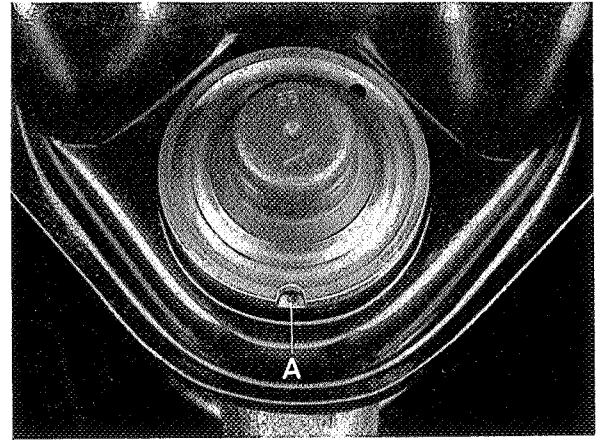
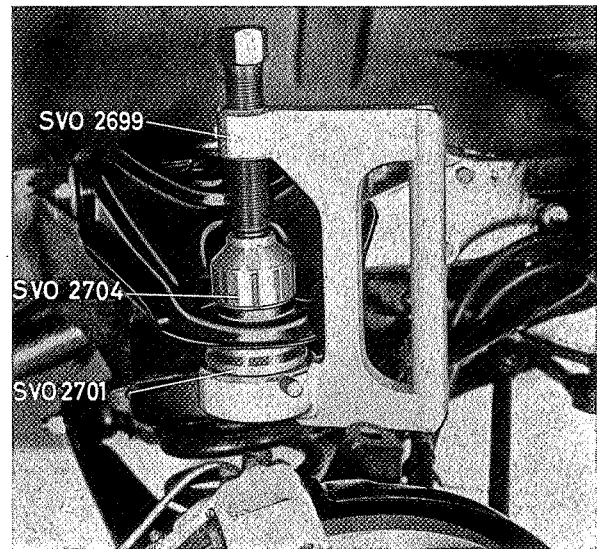
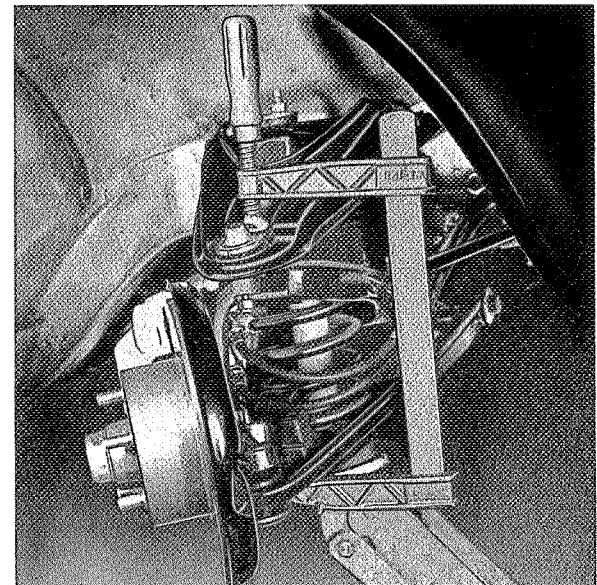

Fig. 6-20. Stand van kogelgewricht, bovenste draagarm
Fig. 6-21. Montage kogelgewricht, bovenste draagarm
Fig. 6-22. Stevig vastklemmen van kogelgewrichten door middel van een schroefklem
6. Breng de fusee op zijn plaats en zet de moeren van de kogelgewrichten vast. (Houd, indien de kogel meedraait, deze stevig aangedrukt met een klem, zie Fig. 6-22).
5. Controleer, voordat het kogelgewricht wordt gemonteerd of de rubber hoes met vet gevuld is. Buig de tap heen en weer in de richting van de uitsparing, zie Fig. 6-20. Controleer of het vet eruit geperst wordt. Vul zo nodig bij met multi-purpose vet.
6. Pers het kogelgewricht in de draagarm met persgereedschap SVO 2699, huls SVO 2701 en stempel SVO 2704, zie Fig. 6-21. Zorg ervoor dat de gleuf in het kogelgewricht in lijn ligt met de lengteas van de draagarm, het zijn naar binnen of naar buiten, zie Fig. 6-20, daar de tap in deze richting de maximale uitslag heeft. Zou het kogelgewricht verkeerd gemonteerd worden als het werd ingeperst, draai dan SVO 2699 een halve slag om en pers het kogelgewricht in de juiste stand in de draagarm. Draai de draagarm naar beneden en zet de moeren van de draagarmbout vast. Zet het kogelgewricht aan de fusee vast. Houd, indien de tap meedraait deze stevig vast met een schroefklem, zie Fig. 6-22.
8. Monteer de fusee en zet de moeren vast van de bovenste en onderste kogelgewrichten. Houd, indien de tappen meedraaien deze stevig vast met een schroefklem, zie Fig. 6-22.